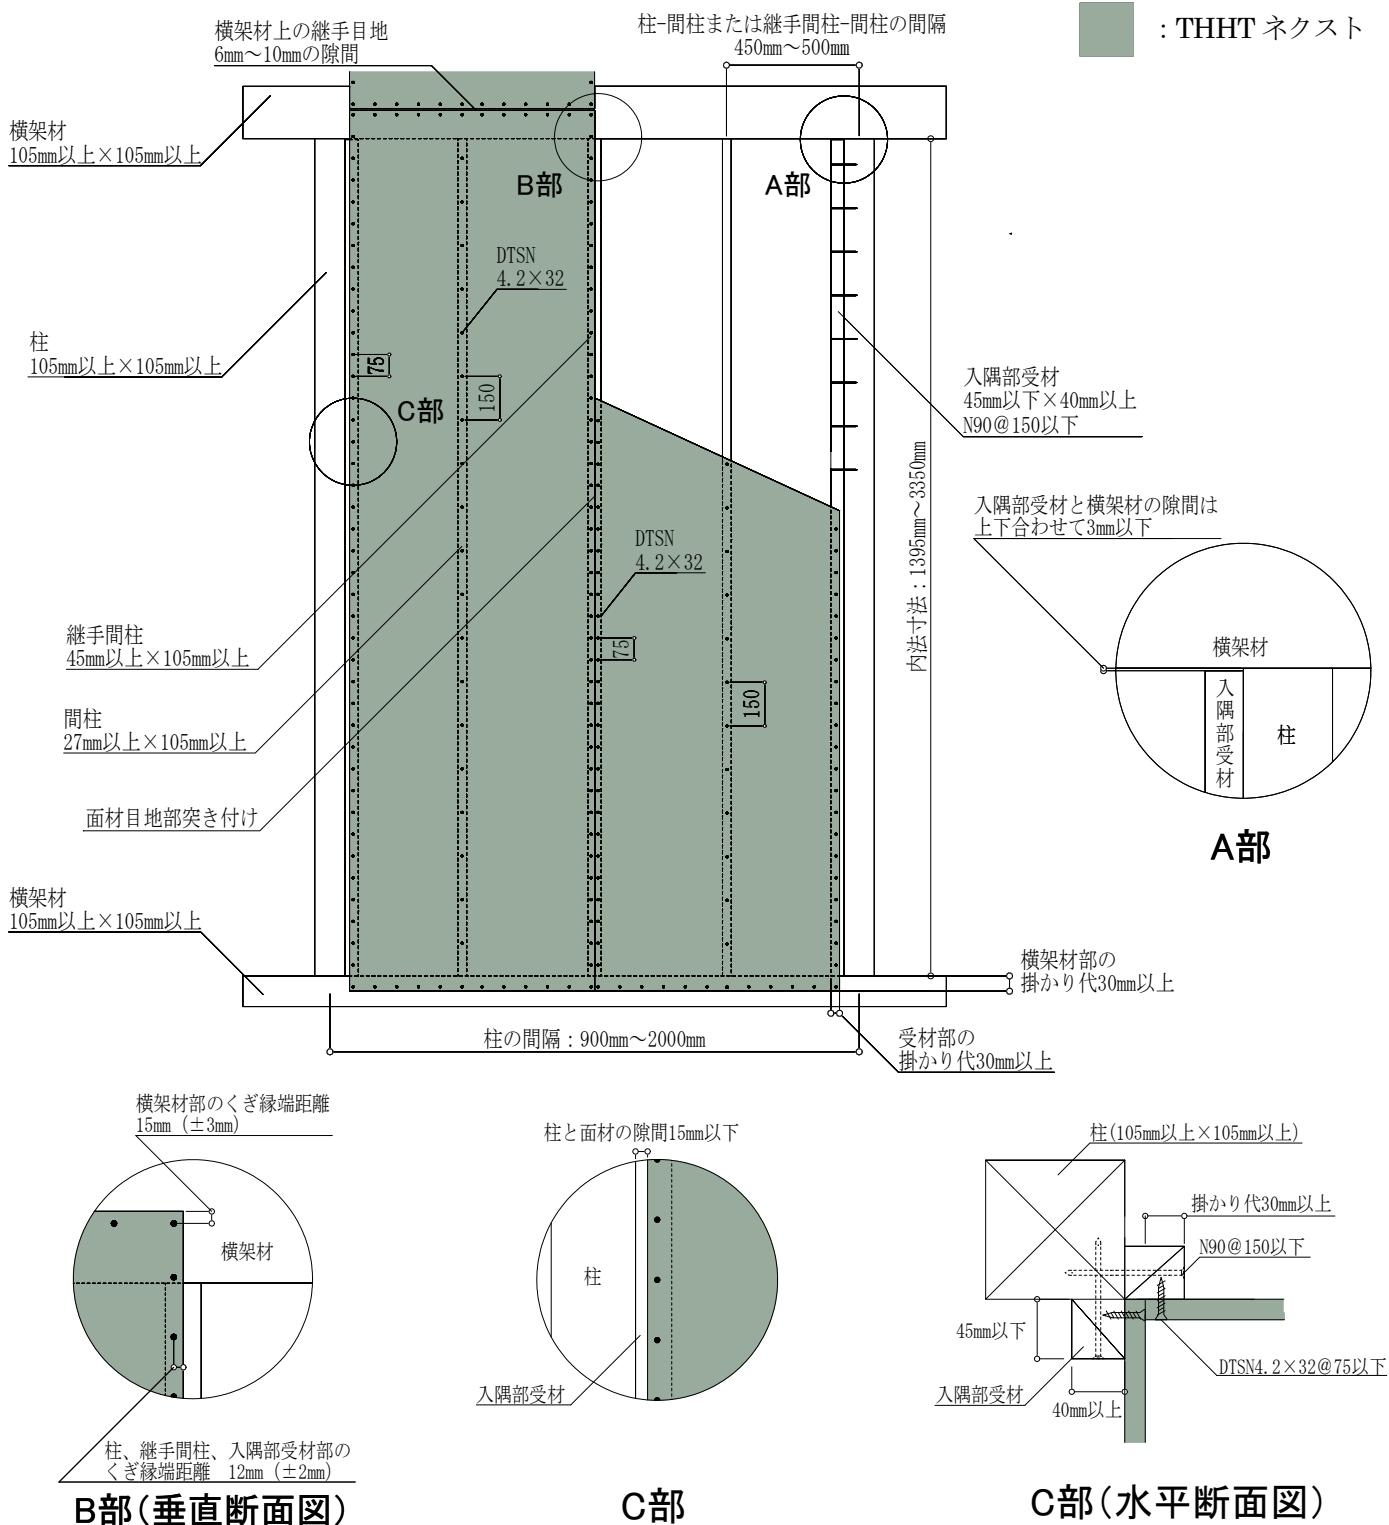

図 11 入隅仕様 (FRM-0771 : 2.6 倍) 施工概略図 (2P の場合)
施工においては、図 11 および注意事項に記載の内容を遵守してください。
- ・THHT ネクストは、原則 1 枚張りとします。縦継ぎ張りについては、P30 「⑦縦継ぎ張りについて」をご確認ください。
- ・図 11 は 2P の施工例となっておりますが、1P の場合も耐力壁とできます。